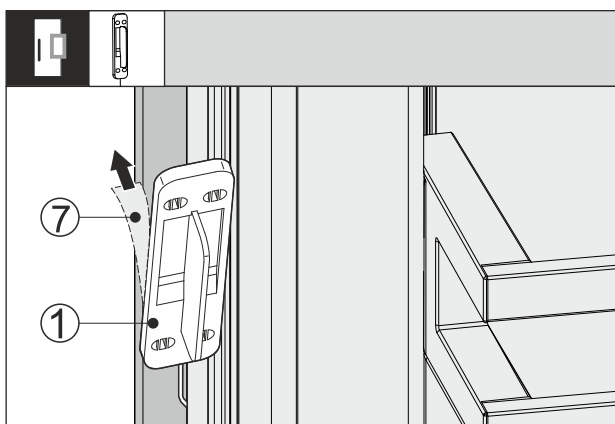

Fig. 65
- ▶ Estrarre la pellicola di protezione Fig. 65 (7) sul retro del sensore di battito in testa Fig. 65 (1).